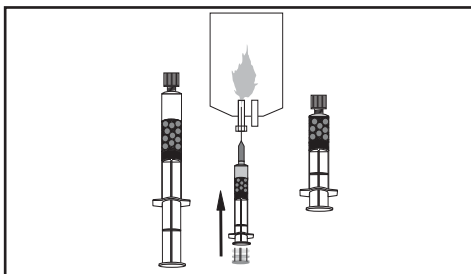

Figure 16.
- 5.5. Insérer l'aiguille à filtre dans un récipient à déchets et expulser le surnageant en excès. Laisser une faible quantité (>1 ml) de surnageant dans la seringue d'administration de 20 ml. Ne pas laisser une couche fine de surnageant par-dessus les microsphères dans la seringue, cela comprimerait les microsphères (figure 16).